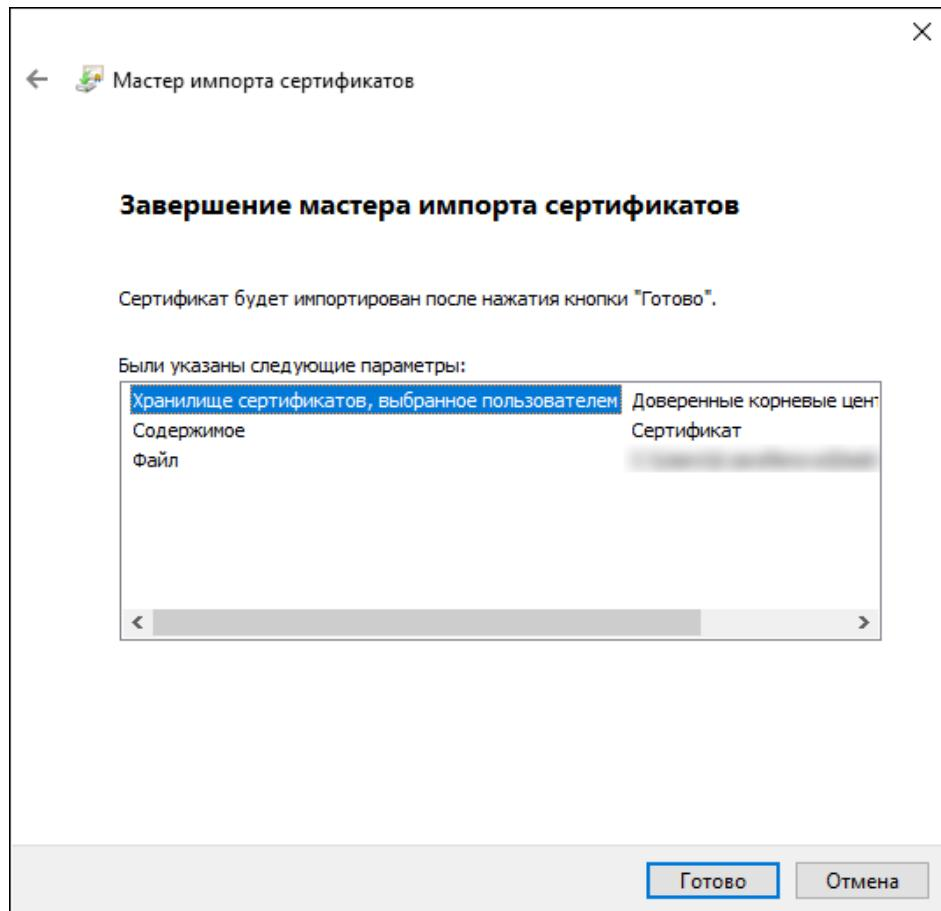

Рисунок 532 - Завершение мастера импорта сертификатов
16. Нажмите Готово (Рисунок 532).